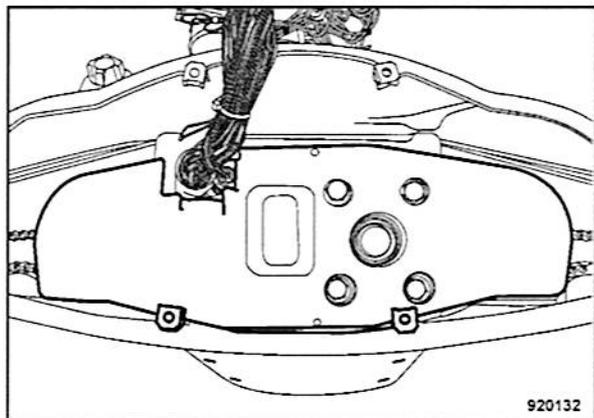

Fig. 148
- Desenroscar y retirar la chapa protectora (Fig. 148) de la cadena de dirección.